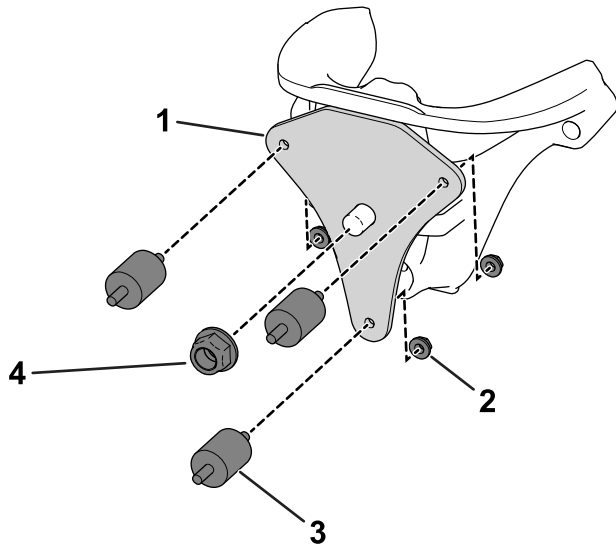

Figura 5
8. Utilize uma porca (5/8") para fixar a placa de montagem na cabeça da direção (Figura 5).
9. Prenda as três montagens do amortecedor de borracha na placa de montagem com as três porcas (5/16") como se mostra na Figura 5.